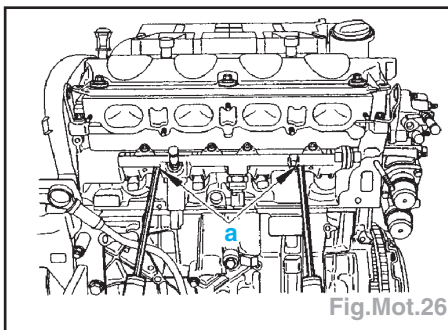

Fig.Mot.26
- Si la rampe ne sort pas à la main, placer 2 tournevis plat en «a» pour la soulever et obturer les injecteurs (Fig.Mot.26).